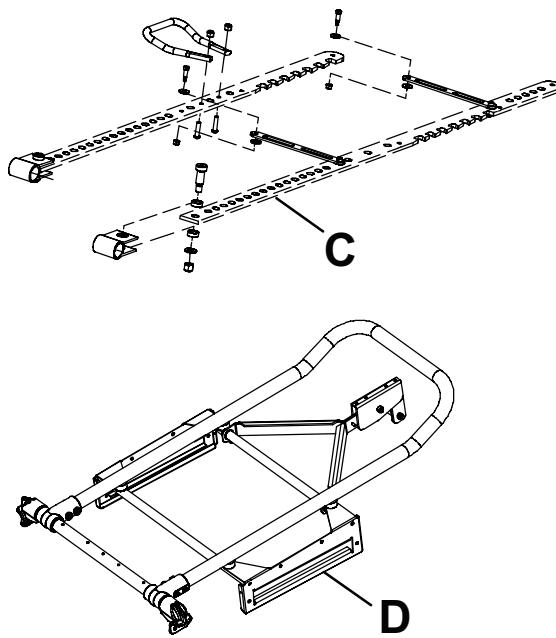

Figura 26 – Staffe di regolazione dell'altezza e piastre scorrevoli
4. Applicare **Tri-Flow™** sulle staffe di regolazione dell'altezza a destra e sinistra (C) (Figura 26). Distribuire il prodotto uniformemente.
5. Applicare **Tri-Flow™** sulle piastre scorrevoli destra e sinistra (D) (Figura 26). Distribuire il prodotto uniformemente.